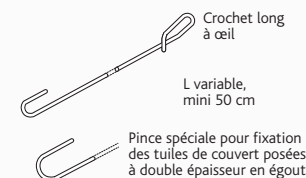

figure 2
- Les crochets longs à œil s'utilisent pour la fixation des tuiles de courant, en partie courante de couverture, ou de courant et de couvert en égout. (voir figure 2)